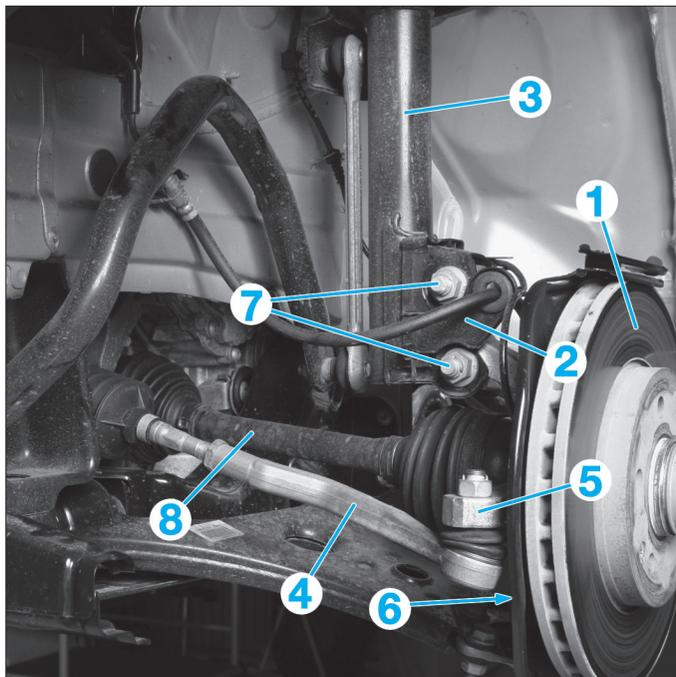

FIG. 20
- Déposer (Fig.20) :
- le disque de frein (1) (voir opération au chapitre "FREINS"),
- le support (2) de l'élément de suspension (3) et le mettre de côté,
- la rotule de direction (4) du pivot (5),
- l'écrou (6) fixant la rotule inférieure au pivot puis extraire la rotule inférieure,
- les fixations inférieures (7) de l'élément de suspension (3).
- Extraire le pivot (5) de la transmission (8).